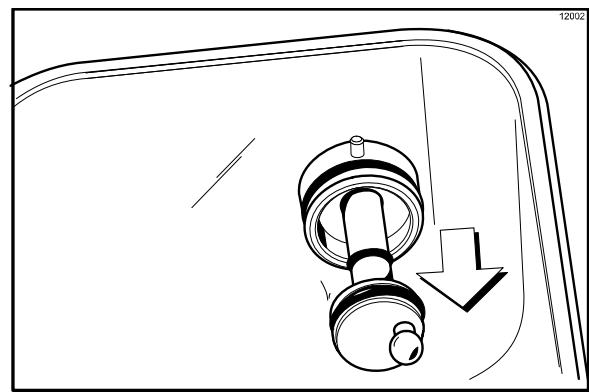

Рисунок 105
7. Снимите приводной вал насоса со ступицы привода, на задней стенке бачка для смеси. (См. рис. 105)